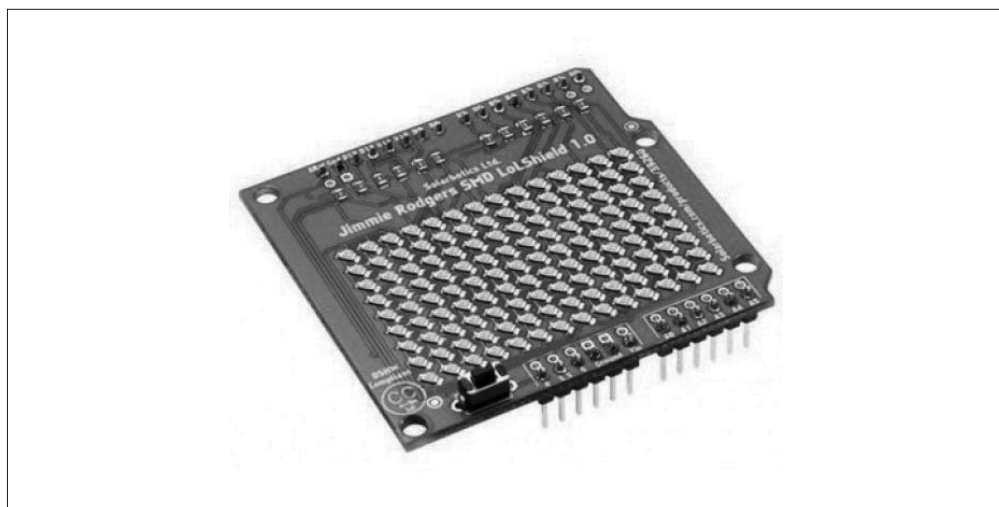

图 8-64: Solarbotics 9 × 14 LED 阵列扩展板
- Solarbotics SMD LoL 扩展板 (<http://bit.ly/solarbio-smd-lol>) (图 8-64)